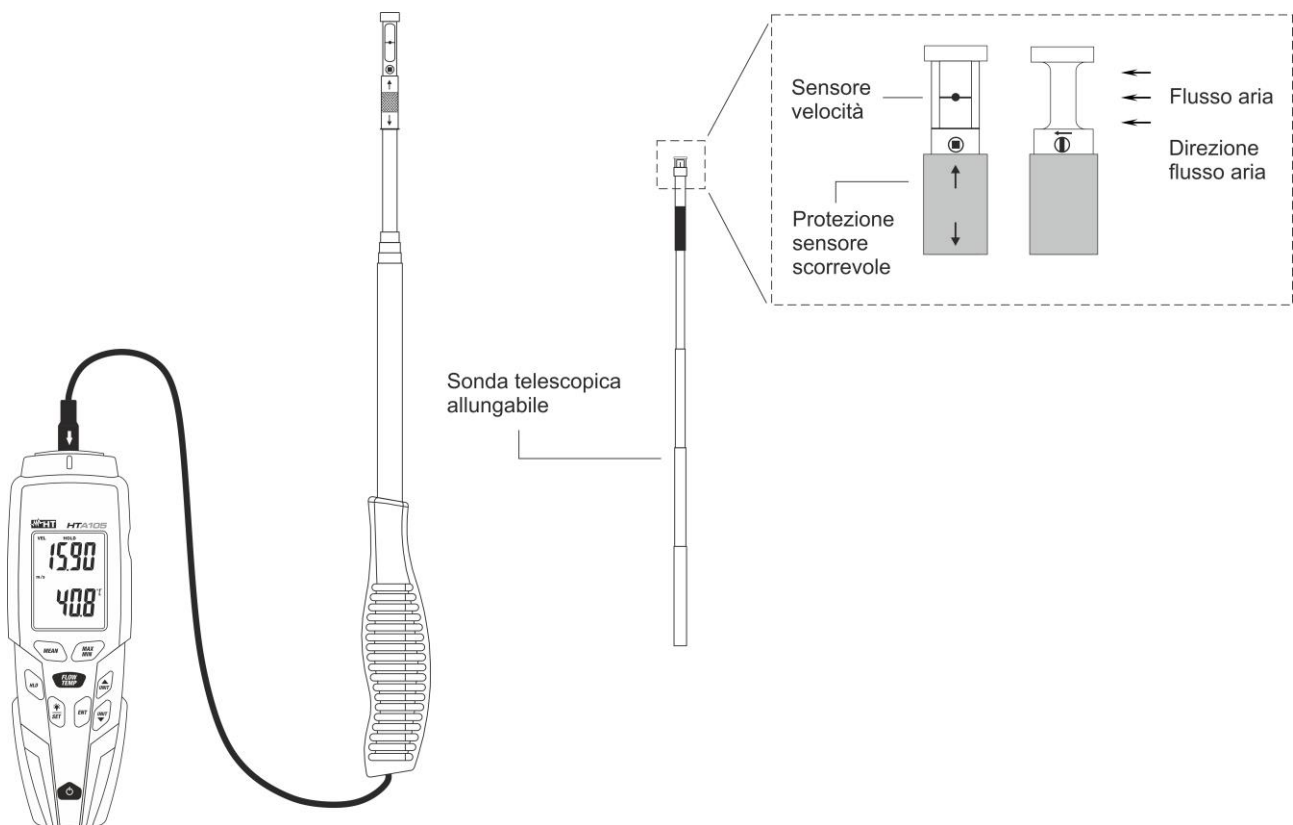

Fig. 7: Misura di velocità e temperatura dell'aria
1. Inserire la sonda esterna sulla parte alta tramite apposito terminale (vedere Fig. 1 – parte 1). Prestare attenzione alla freccia presente sul connettore della sonda (vedere Fig. 7 ) che deve essere verso la parte anteriore dello strumento
5. Allungare eventualmente la sonda telescopica e posizionare il sensore di velocità in direzione parallela al flusso d'aria nella direzione indicata dalla freccia presente sulla sommità della stessa (vedere Fig. 7)
8. Allungare eventualmente la sonda telescopica e posizionare il sensore di velocità in direzione parallela al flusso d'aria nella direzione indicata dalla freccia presente sulla sommità della stessa (vedere Fig. 7)